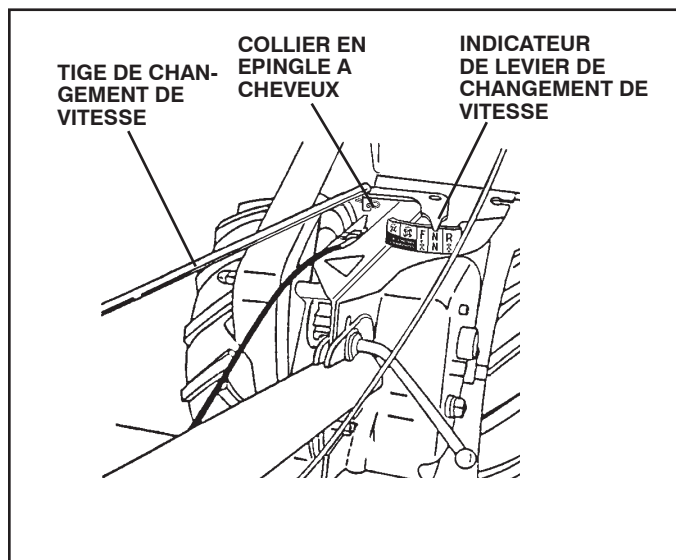

FIG. 7
## RACCORDER LA TIGE DE CHANGEMENT DE VITESSE (Voir la fig. 7)
- Assurez-vous que l'indicateur de levier de changement de vitesse est en position point mort ("N") (Voir la fig. 7).